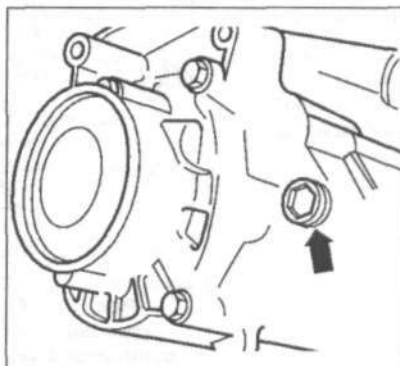

Рис. 8.48. Выкрутите пробку (стрелка). Уровень масла должен доходить до нижнего края заливного отверстия.
2. Выкрутите пробку (стрелка) (рис. 8.48). Уровень масла должен доходить до нижнего края заливного отверстия.